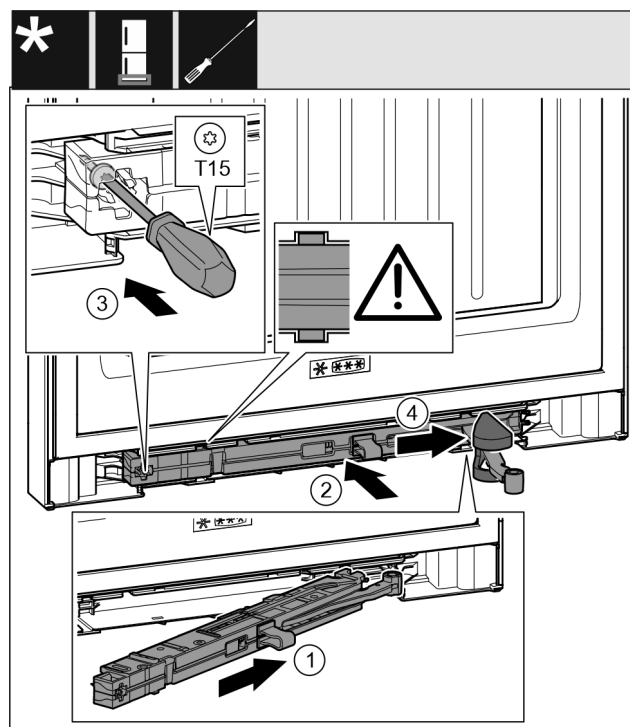

Fig. 67
- ▶ Wsunąć ukośnie amortyzator zamykania drzwi Fig. 67 (1) po stronie płytki zawiasu w zagłębienie aż do oporu.
- ▶ Wsunąć amortyzator zamykania drzwi Fig. 67 (2) całkowicie w zagłębienie.
- ▶ Przykręcić śrubę Fig. 67 (3) śrubokrętem.
- ▶ Wsunąć osłonę Fig. 67 (4) na przegub.